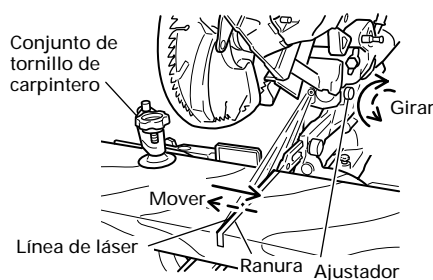

Fig. 20
- (2) Luego, gire el ajustador y desplace la línea de láser. (Si gira el ajustador en el sentido de las agujas del reloj, la línea de láser se desplazará hacia la derecha y si lo gira en sentido contrario a las agujas del reloj, se desplazará hacia la izquierda.) Cuando trabaje con la línea de tinta alineada con el lado izquierdo de la hoja de sierra, alinee la línea de láser con el extremo izquierdo de la ranura. (Fig. 20) Cuando la alinee con el lado derecho de la hoja de sierra, alinee la línea de láser con el lado derecho de la ranura.